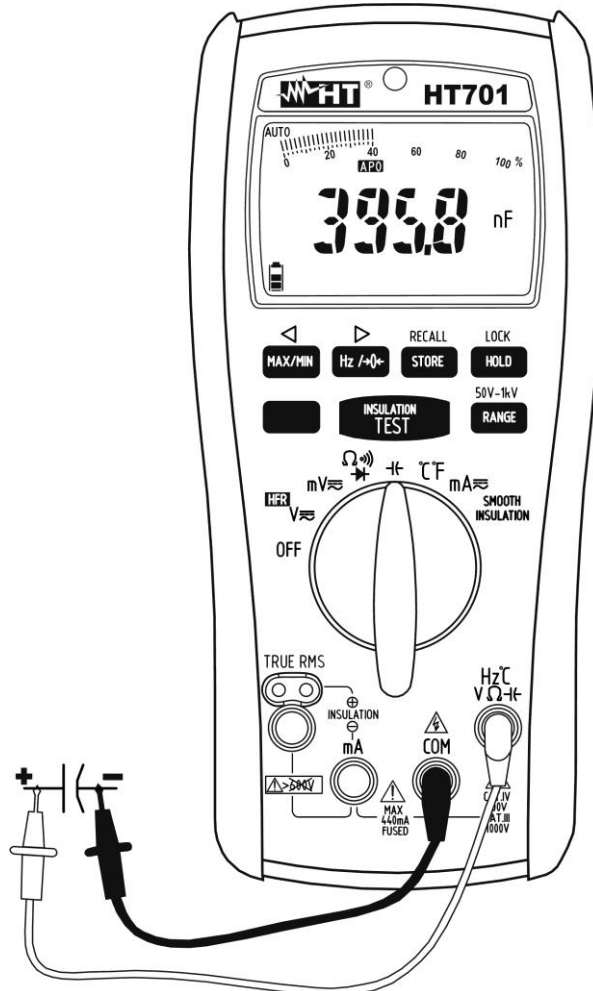

Fig. 8: Uso del instrumento para medida de Capacidades
4. Inserte el cable rojo en el terminal de entrada **Hz°CVΩℳ** y el cable negro en el terminal de entrada **COM** (vea Fig. 8)